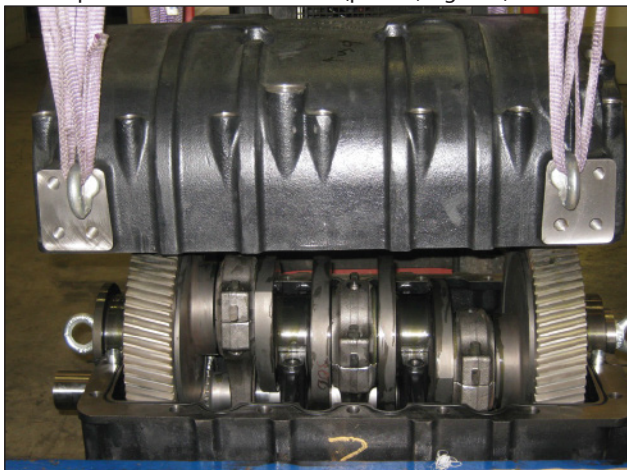
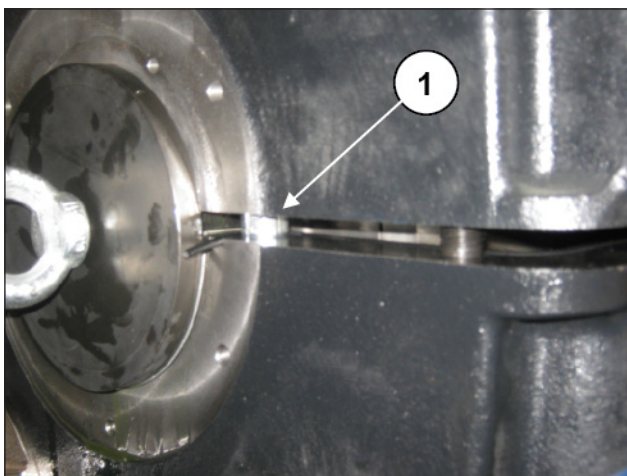

Fig. 110
Fig. 111
Montar el cárter trasero (Fig. 110) y comprobar el centraje con los casquillos del cárter delantero (pos. ①, Fig. 110).
Apretar el cárter trasero con los 22 tornillos M16 (pos. ①, Fig. 110) como se indica en el esquema de la Fig. 111. Ajustar los tornillos con la llave dinamométrica como se indica en el apartado 3.